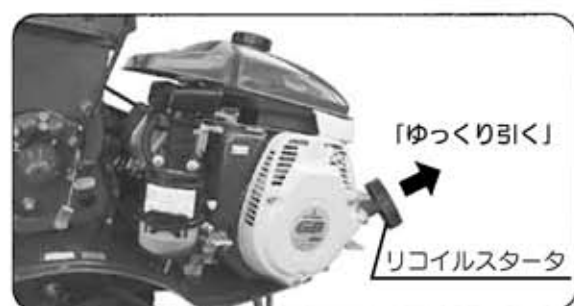

図27
- ⑤ リコイルスタータをゆっくり引いて、重たくなる位置（圧縮位置）で止めてください。(図27)